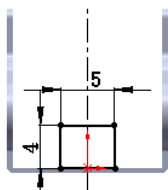

图 12.5.18 边线一法兰 2 草图
(3) 定义法兰参数。
① 定义法兰角度值。在 **角度(G)** 区域中的 文本框中输入角度值 90.0。
② 定义长度类型和长度值。在 **法兰长度(L)** 区域的 下拉列表中选择 **给定深度** 选项，在 文本框中输入深度值 4.0。
③ 定义法兰位置。在 **法兰位置(N)** 区域中单击“折弯在外”按钮 。
(4) 单击 按钮，完成边线一法兰 2 的初步创建。
(5) 编辑边线一法兰 2 的草图。在设计树的  边线-法兰2 上右击鼠标, 在弹出的快捷菜单中单击“编辑草图”按钮 , 系统进入草图环境。绘制图 12.5.18 所示的草图。退出草图环境, 此时系统完成边线一法兰 2 的创建。